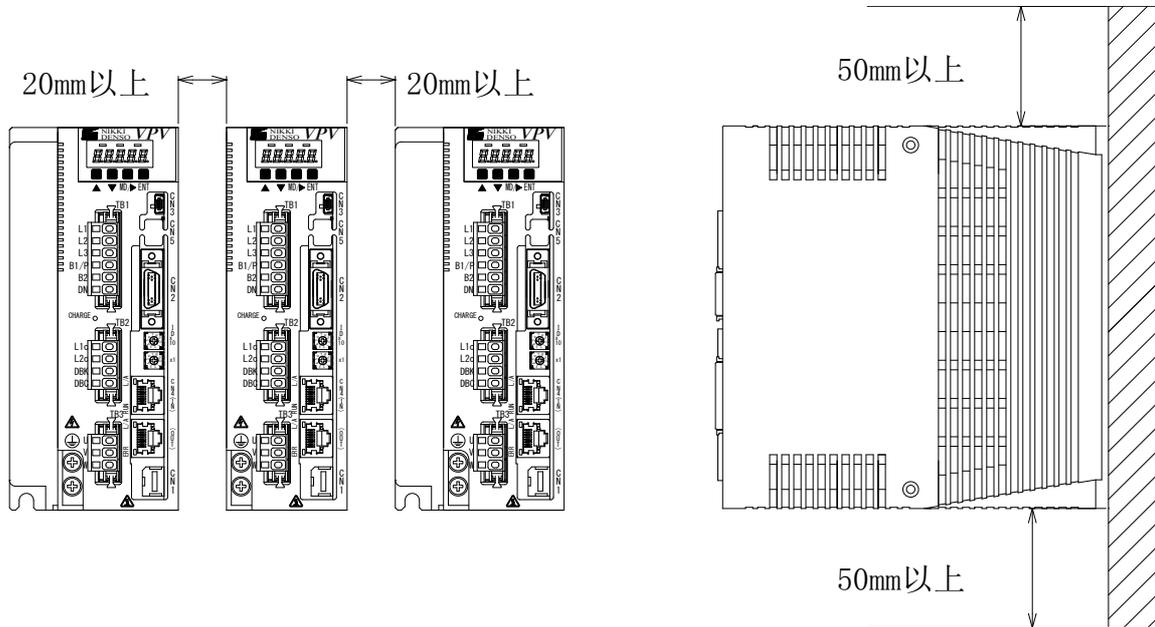

图2-2 伺服驱动器的安装和通风性
- 伺服驱动器上下和左右的空间，从散热性和维护性的观点出发，要确保图 2-2 中所指定的距离（与其他伺服驱动器和零部件及控制盘壁面间的间隔）。